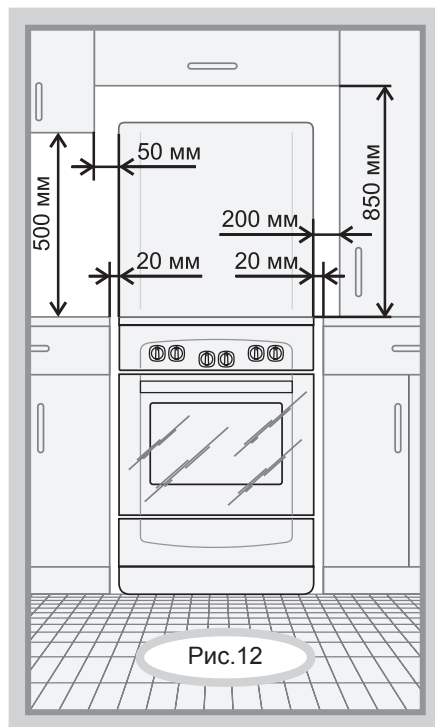

Рис.12
- Минимальные расстояния, которые необходимо выдержать при установке плиты, показаны на рис.12. Задняя стенка плиты должна отстоять от поверхности стены не менее чем на 50 мм. Торцы мебели на уровне варочной поверхности стола рекомендуется защитить металлическими накладками. Кухонные полотенца, шторы и т.п. должны находиться на безопасном расстоянии, исключающем их воспламенение.